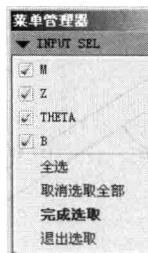
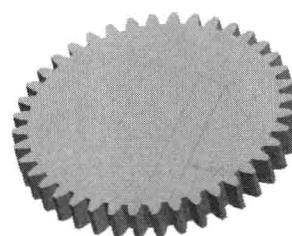

图 1-15 勾选参数项目
图 1-16 创建的齿轮
- (4) 在如图 1-15 所示菜单中，选中“M”，“Z”，“THETA”，“B”复选框，然后单击鼠标中键。
- (5) 根据系统提示，输入齿轮模数 m 的新值 2.0，然后按 **Enter** 键。
- (6) 根据系统提示，输入齿轮齿数 z 的新值 40，然后按 **Enter** 键。
- (7) 根据系统提示，输入齿轮压力角 $THETA$ 的新值，直接按 **Enter** 键，使用默认数值。
- (8) 根据系统提示，输入齿轮齿宽 B 的新值 10，然后按 **Enter** 键。
- (9) 经过一定时间再生后，最后创建的齿轮如图 1-16 所示。
要点提示 对比图 1-16 和图 1-18 可知，这里只需要简单修改 m 、 z 和 B 等几个参数就可以让模型“摇身一变”，获得不同的设计结果。这里的齿数、模数等就是参数，是控制和变更模型的入口，创建参数化的三维模型，可以大大提高模型的利用率，还能有效提高建模效率。